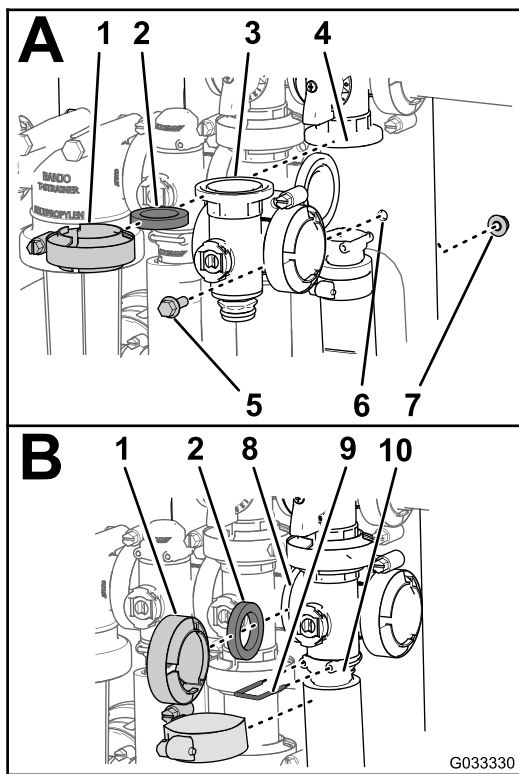

Рисунок 82
- Совместите фланец коллектора главного клапана секций, 1 прокладку и фланец главного клапана перепуска секций (Рисунок 82А).
- Смонтируйте коллектор главного клапана секций, прокладку и главный клапан перепуска секций с помощью хомута, затянув его от руки (Рисунок 82А).
- Совместите фланец коллектора главного клапана секций, прокладку и коллектор клапана перемешивания (Рисунок 82В).
- Смонтируйте коллектор главного клапана секций, прокладку и коллектор клапана перемешивания с помощью хомута, затянув его от руки (Рисунок 82В).
- Совместите фланец коллектора главного клапана секций и прокладку с корпусом главного клапана секций (Рисунок 82В).
- Смонтируйте коллектор главного клапана секций и гнездо с помощью хомута, затянув его от руки (Рисунок 82В).
- Прикрепите штуцер торцевой крышки к выпускному штуцеру, вставив держатель в выпускной штуцер (Рисунок 82В).